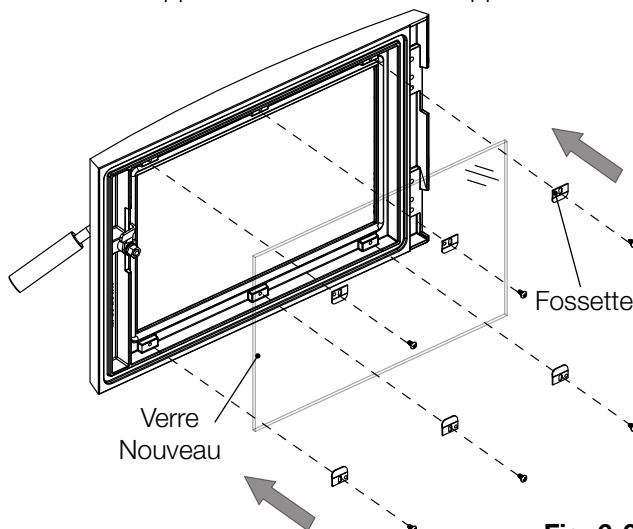

Fig. 6-3
7. Fixez encore les 6 supports de verre en installant les 6 vis précédemment retirés en étape 2 (**Fig. 6-3**). Assurez-vous que les fossettes des support face en la direction opposé du verre.